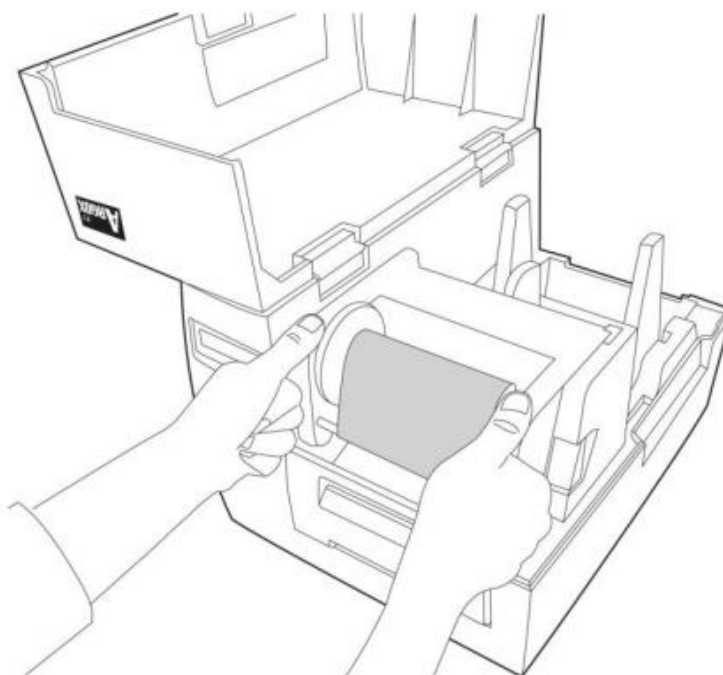

Рисунок 9
8. Надавите на модуль печатающей головки плотно с обеих сторон, пока не услышите характерный щелчок (Рис. 9).